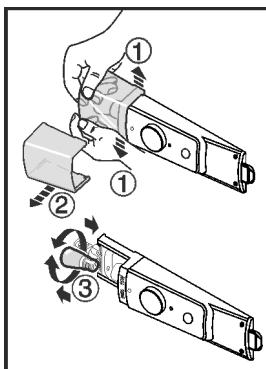

Fig. 10
- Розтиснути кришку лампи в сторони (зсередини, як показано на малюнку) в передній частині Fig. 10 (1) і зсунути вбік Fig. 10 (2).
- Замінити лампу. Fig. 10 (3)